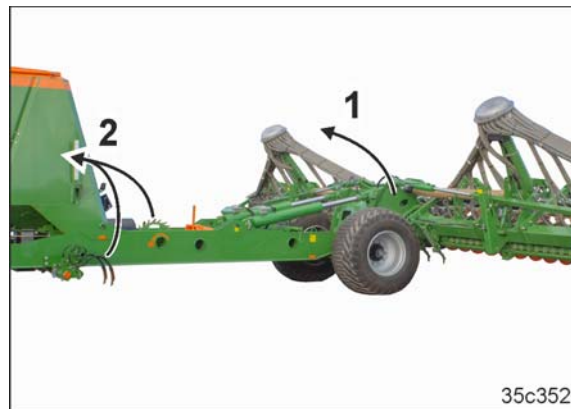

Fig. 263
- o der Heckrahmens (Fig. 263/1)
- o des Traktorspurlockerers (Option, Fig. 263/2)